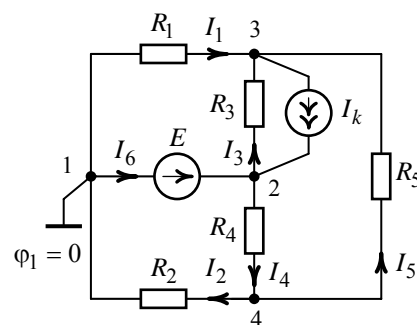

Рис. 5.6
Примем потенциал узла 1 (рис. 5.6) равным нулю ($\varphi_1 = 0$).
Тогда потенциал узла 2 имеет значение напряжения, равное E , т.е. $\varphi_2 = 40$ В (рис. 5.6).
6. Зададим направления токов в ветвях цепи, как указано на рис.5.6. По закону Ома выразим токи:
Ток I_6 в ветви с источником E найдем по первому закону Кирхгофа для узла 1 (рис. 5.6):
7. Проверка решения. По второму закону Кирхгофа для внешнего контура цепи (рис. 5.6) запишем: